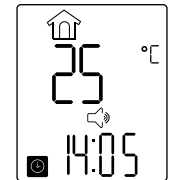

Bild 5
- Weiterhin haben Sie die Möglichkeit, die Umgebungstemperatur zu prüfen. Drücken Sie dazu die MODE-Taste. Die Umgebungstemperatur wird zusammen mit dem Symbol im Display angezeigt (Bild 5). Danach wechselt das Thermometer zurück in den Messmodus.